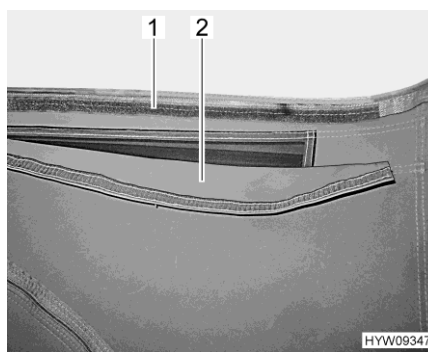

Bild 34 Ventilation (öppet)
- Drag upp tygremmen (Bild 34,2) och tryck på kardborrbandet (Bild 34,1).